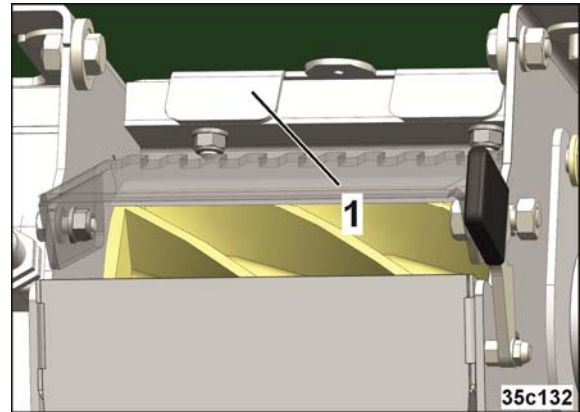

Fig. 70
2. Fermer la trappe (Fig. 70/1) s'il faut vider uniquement le doseur et pas la trémie avant voir Chap. « Pose/dépose du tambour de dosage », en page 68
9. Retirer le clapet (Fig. 70/1) du doseur (voir chapitre « Pose/dépose du tambour de dosage », en page 68) et le bloquer à l'aide d'une goupille d'arrêt.